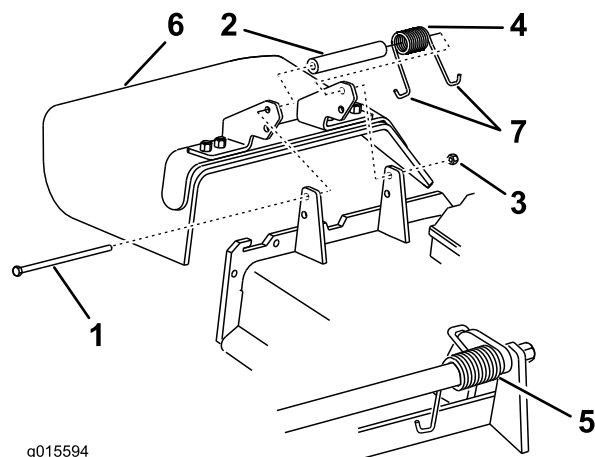

Figura 1
2. Togliete il condotto di scarico laterale dalla scocca del tosaerba (Figura 1).
1. Togliete il dado di bloccaggio, il bullone, il distanziale e la molla che fissano il condotto di scarico laterale alla scocca del tosaerba (Figura 1).